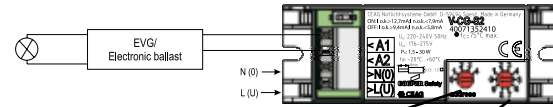

Bild 1/ Fig. 1
Die Netzverbindung ist an den Klemmen (L(U), N(O)), die Zuleitung zur angeschlossenen Leuchte an den Klemmen A1, A2, herzustellen (Bild 1).
The mains connection has to be set to terminals L(U) and N(O), for luminaire connections terminals A1 - A2 have to be used (Fig 1).